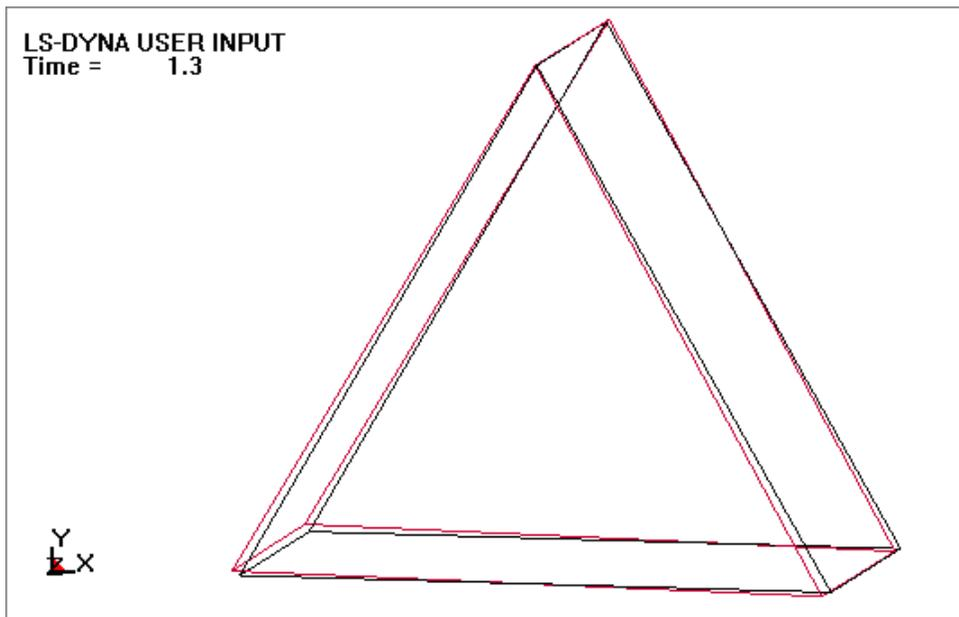

Рисунок 72. Состояние балочной модели в 0 (сек.) и 1.3 (сек.)
- Затем вводим в поле *Overlay State* состояние № *14*. В результате на экране получается наложение системы в момент времени 0 с системой в момент времени 1.3 сек (Рисунок 72).